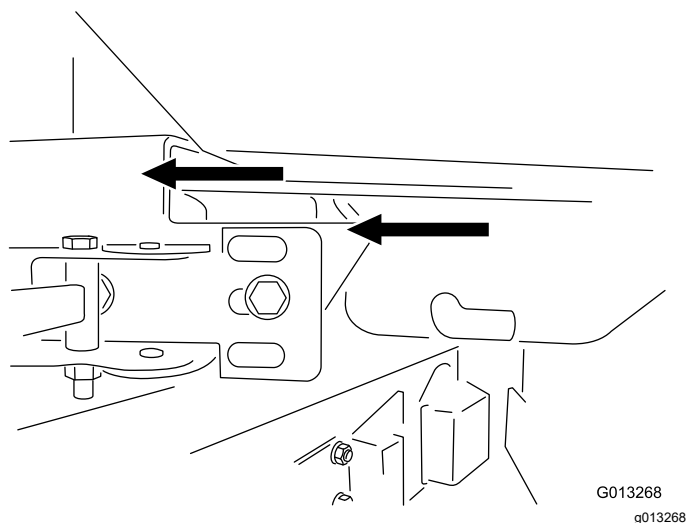

Figure 3
5. Laissez la bande transporteuse fixée au mécanisme d'orientation et, avec l'aide d'une autre personne, levez le mécanisme d'orientation en position et alignez les emplacements des coussinets en plastique et les supports de montage (voir les flèches à la Figure 3).